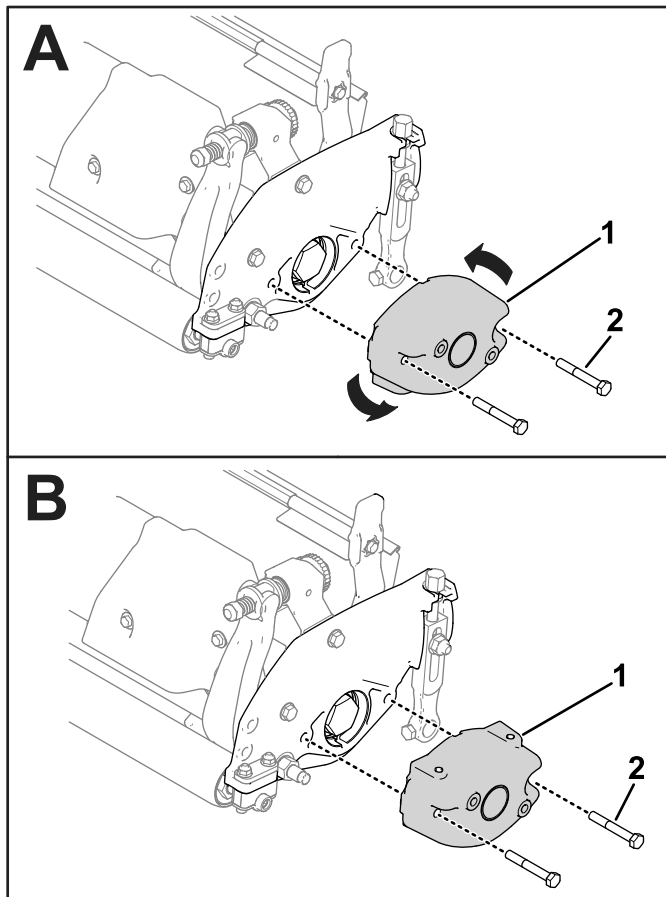

Figura 59
1. Retire el contrapeso existente de la unidad de corte e instale el contrapeso de tal manera que los orificios roscados estén orientados hacia arriba (Figura 59).